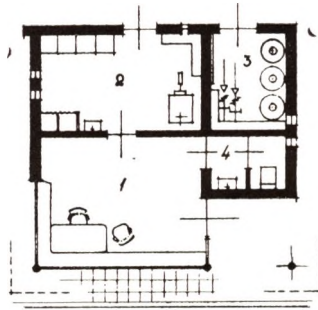

Fig. 2
Bij kleine stations kan men volstaan met een schoorsteen voor een kachel, wanneer tenminste niet elektrisch verwarmd wordt; bij grote stations wordt in het algemeen centrale verwarming toegepast. Het station van fig. 2 heeft naast de verkoopruimte (1), het magazijn (2) en het toilet (4) nog een berg-ruimte voor rijwielen van het personeel, doorsmeer-apparaten etc. (3), terwijl de compressor voor het oppompen van banden en het onder druk brengen van de doorsmeerapparaten, in het magazijn opge-steld staat.